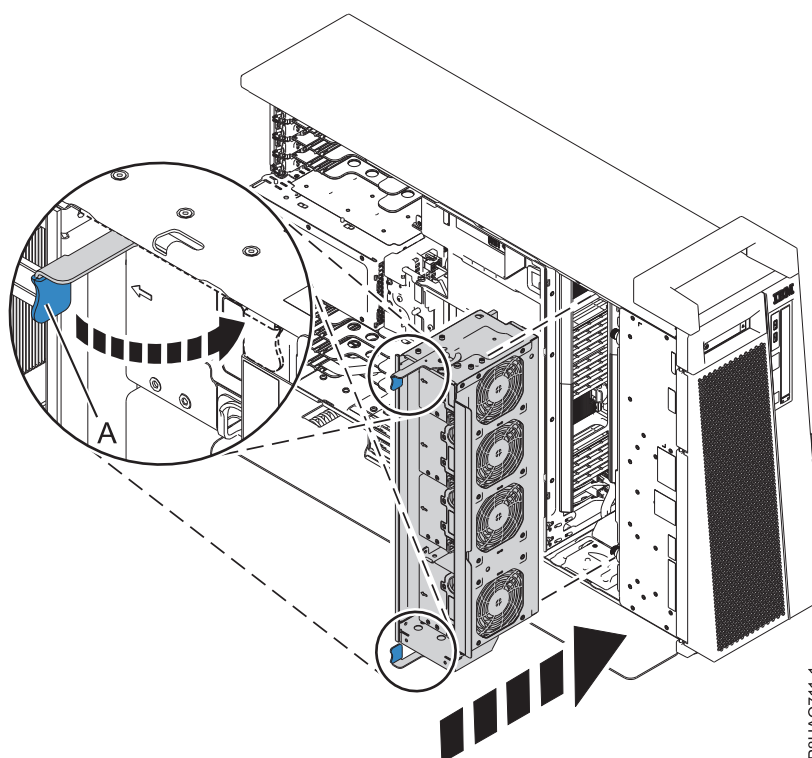

Figura 10. Substituindo o compartimento do ventilador em um sistema independente
- a. Deslize o compartimento do ventilador no sistema, segurando as travas de ponto de contato azuis (A), conforme mostrado na Figura 10 na página 14.
- c. Gire as travas (A) conforme mostrado na Figura 10 na página 14, para encaixar o compartimento do ventilador.